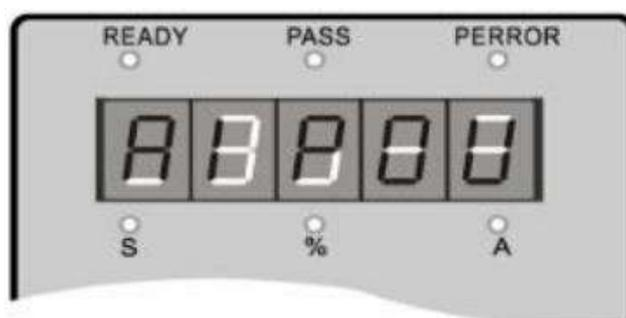

Рис. 3.1-1
3. После подачи питания на дисплее появится индикация **RRPOU** или **READY**, и загорится индикатор READY. См. Рис. 3.1-1